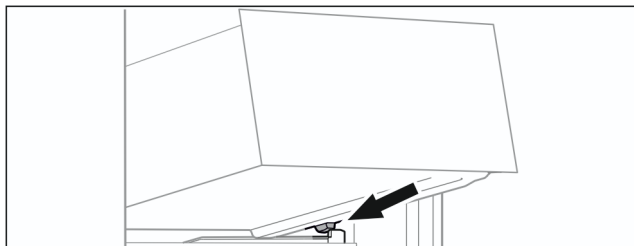

Fig. 92
- Założyć szufladę pod skosem za stoperami na żebro pojemnika. (patrz Fig. 92)